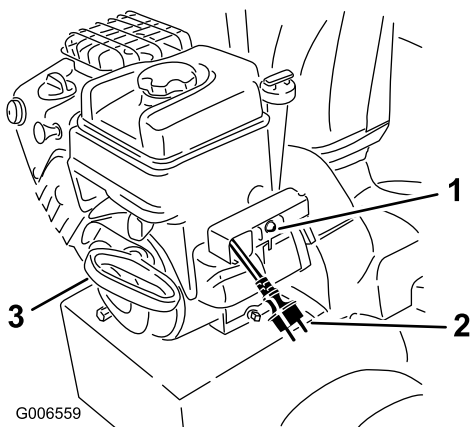

Рисунок 30
7. Запустите снегоочиститель, потянув за шнур механического стартера или нажав на кнопку электрического стартера (все модели, кроме 38597) (Рисунок 30).